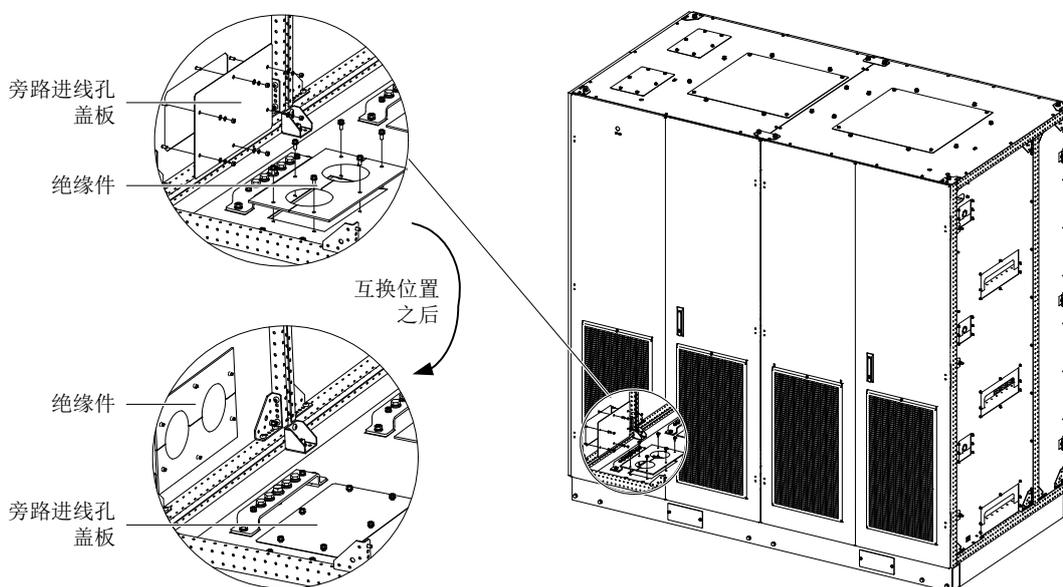
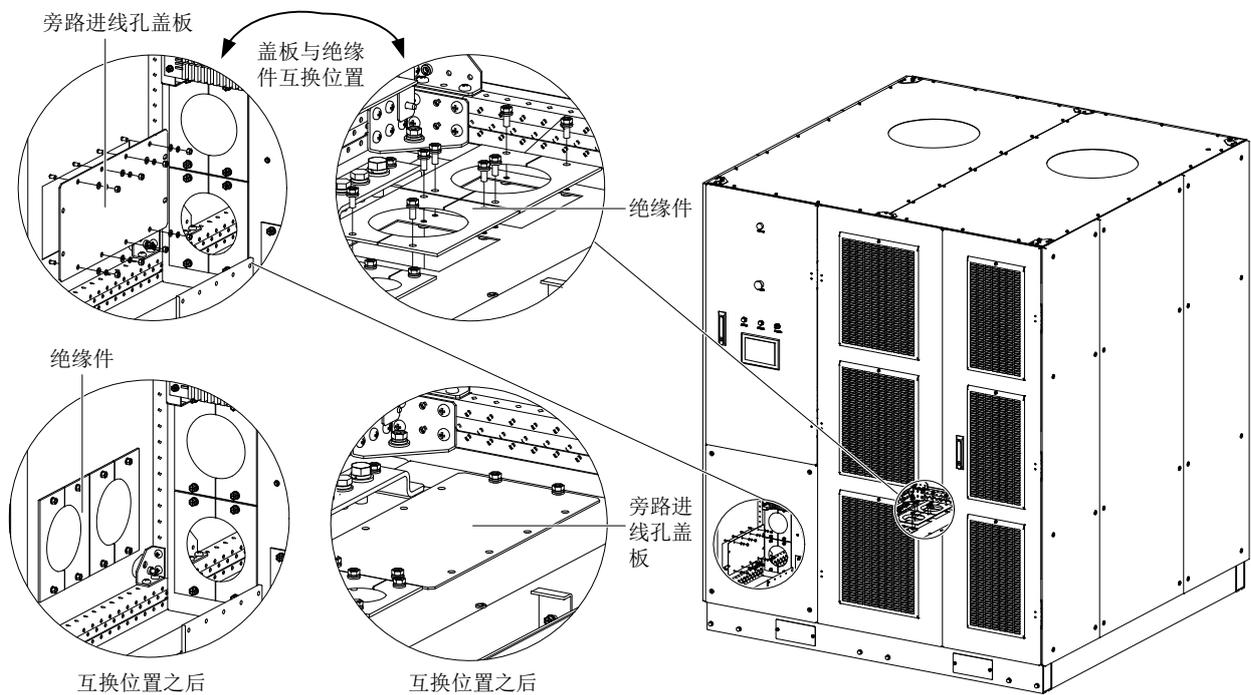

图3-14 互换旁路进线孔盖板和绝缘件的位置
图3-16 互换旁路进线孔盖板和绝缘件的位置
1) 拆掉变压器柜左侧下方的旁路进线孔盖板和下进线孔上的绝缘件，然后二者互换位置，如图 3-14 所示。
1) 先拆掉变频器出线室左侧的旁路进线孔盖板, 接着将变压器柜右侧下方的下进线孔上的绝缘件(见图 3-14)拆除, 然后二者互换位置, 如图 3-16 所示。